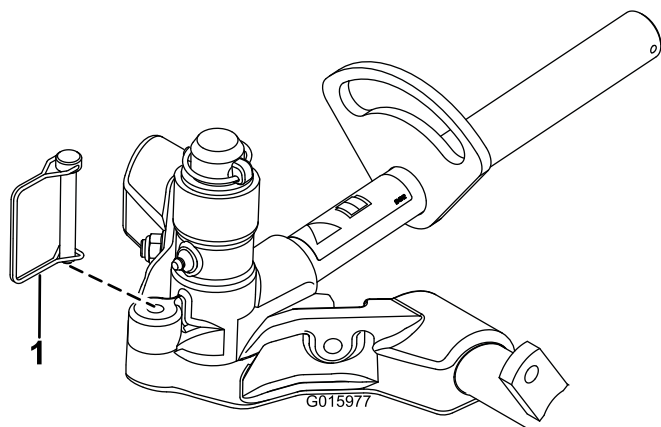

Figura 17
11. Para bloquear (inmovilizar) la dirección de las unidades de corte, sujete la horquilla de pivote al bastidor de tiro con el pasador de alambre (Figura 17).